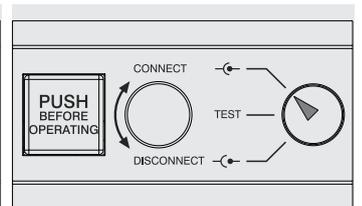

Figura 103
- interruttore in posizione di inserito (vedi Figura 103)